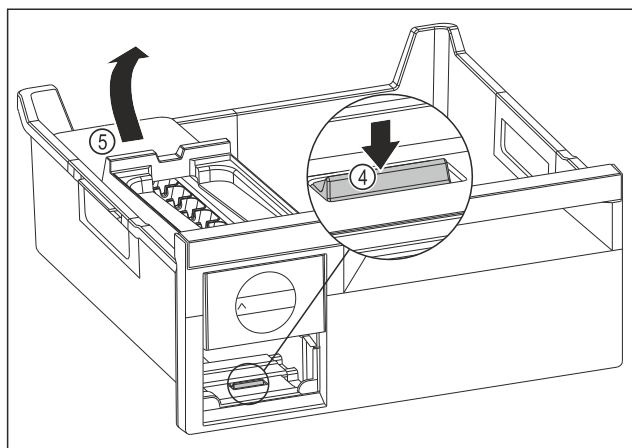

Fig. 121
- EasyTwist-Ice-corpus wegnemen: Strip Fig. 121 (4) met uw vinger omlaag drukken en gelijktijdig met de andere hand de EasyTwist-Ice-corpus Fig. 121 (5) van achteren optillen.